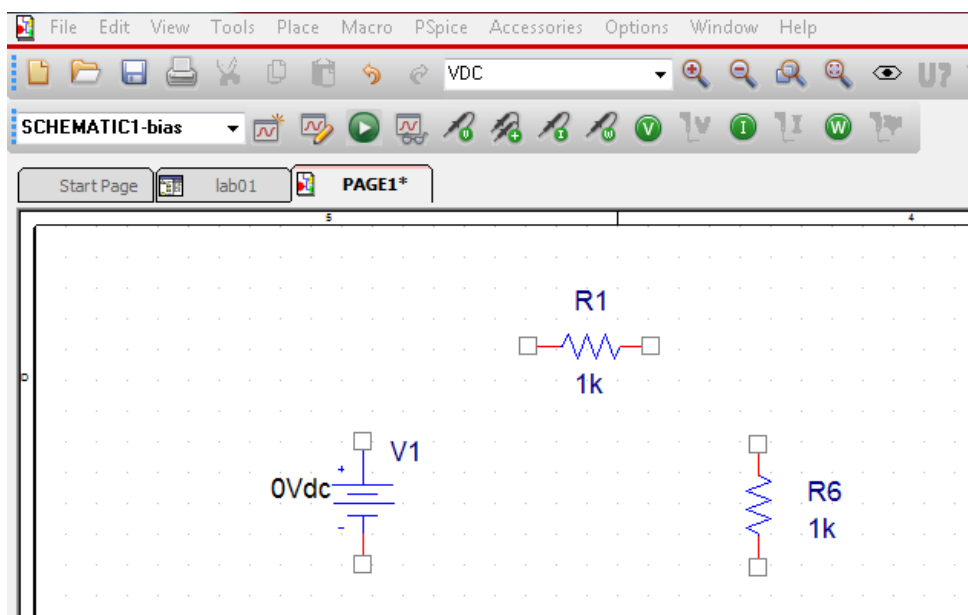

Рисунок 1.8 – Схема послідовного кола, що містить два резистори, до налаштування з'єднання
1. Встановіть на робочій поверхні вашого листа два резистори з урахуванням необхідного правильного орієнтування (повороту) компонентів. Потім додайте до схеми джерело напруги *VDC* (*Voltage Source Direct Current* – джерело постійної напруги) з бібліотеки *source.olb* (рис. 1.8).